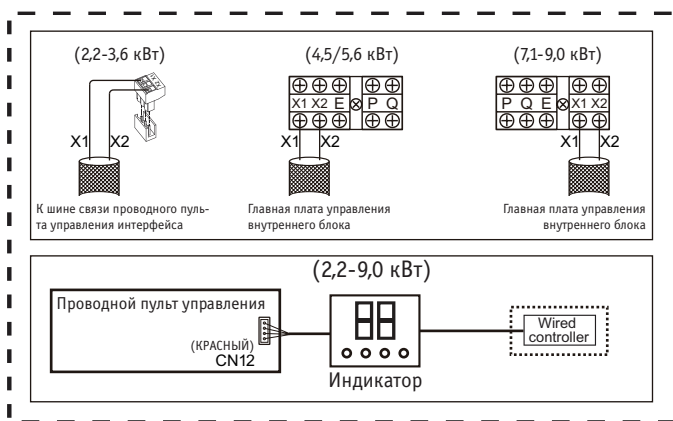

Рис. 8.10
- Разъемы X1, X2 по бокам основной платы управления и разъем однонаправленной связи (со стороны платы дисплея) предназначены для различных типов проводных пультов ДУ (см. рис. 8.10).